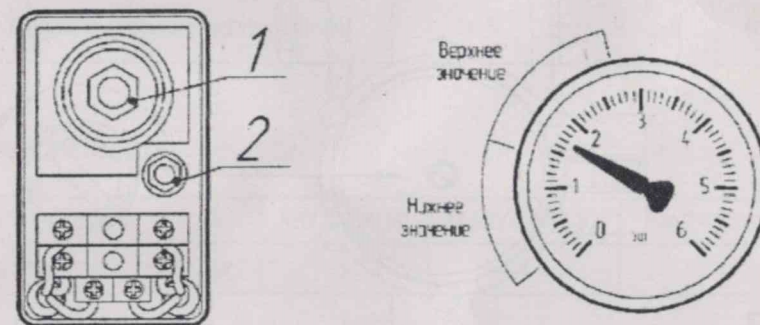

Рис.4
- включение РД регулировать большей (симметрично расположенной) гайкой 1 (рис. 4). Вниз на увеличение давления.
- выключение РД регулировать меньшей (асимметрично расположенной) гайкой 2 (рис. 4). Вниз на увеличение давления.